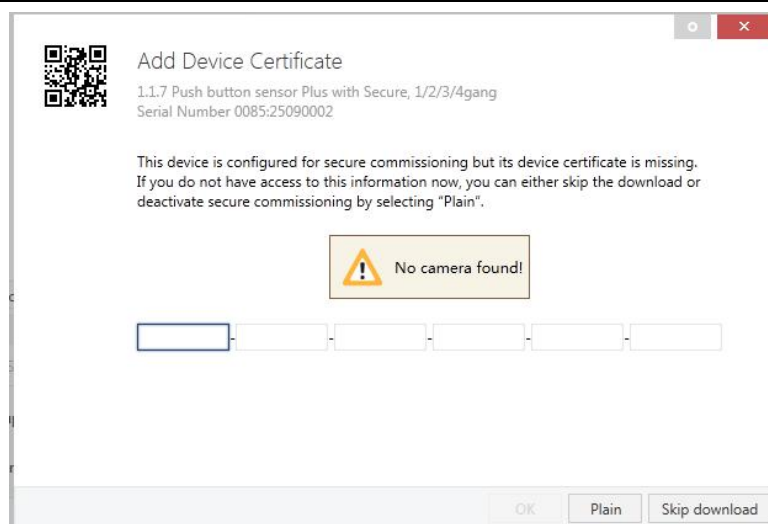

图 4.3.1 Add Device Certificate window
- ✧ 首次下载设备时，ETS 中会打开一个窗口，提示用户输入密钥，如下图 4.3.1。